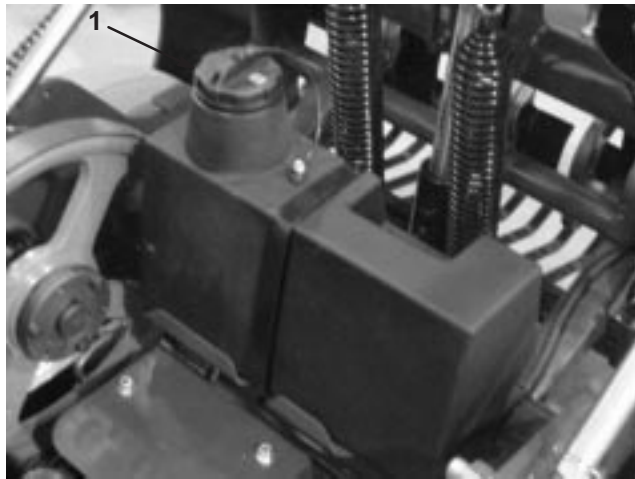

Bild 14
3. Reinigen Sie den Bereich um den Einfüllstutzen und den Deckel des Hydrauliköltanks (Bild 14). Schrauben Sie den Deckel vom Einfüllstutzen ab.